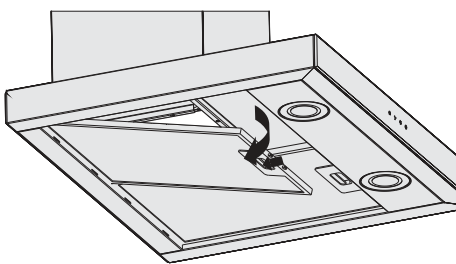

Abb. 21
2. ➤ Öffnen Sie die Verriegelung der Metallfettfilter (Abb. 21).
3. ➤ Nehmen Sie den Metallfettfilter aus der Dunstabzugshaube (Abb. 21).